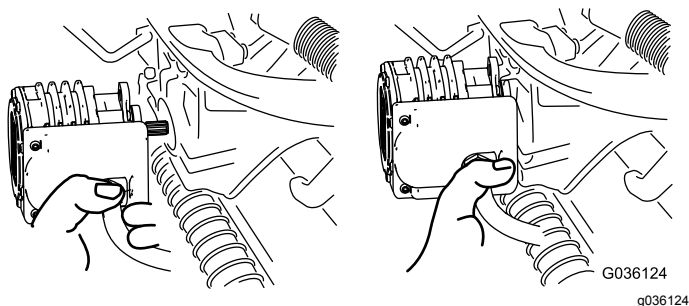

Bild 35
4. Legen Sie den Motor am Aufbewahrungsort vorne am Aufhängearm ab (Bild 35).